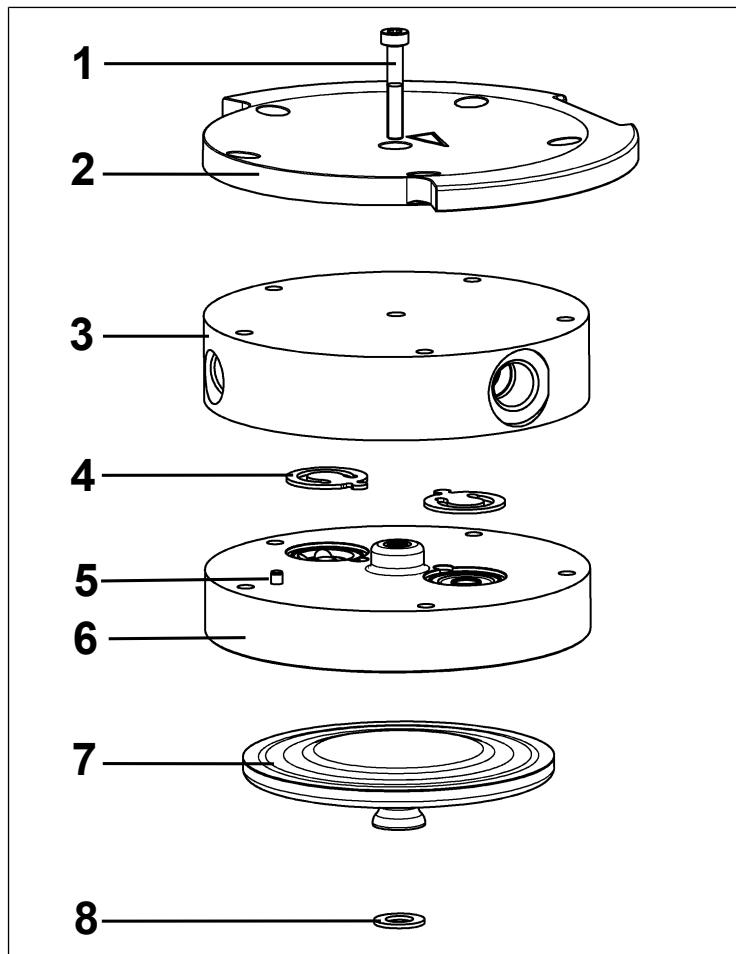

Afb. 11: Afschermingskap demonteren
2. Draai de wartelmoer van de slangverbinding (**5/Afb. 11**) op de condenser los.
3. Zet de greep (**1/Afb. 11**) in een verticale positie.
4. Draai de beide schroeven (**2/Afb. 11**) van de afscher- mingskap (**3/Afb. 11**) los.
5. Verwijder de afschermingskap (**3/Afb. 11**).
6. Draai de kopschroeven aan de buitenzijde (**4/Afb. 11**) op beide pompkoppen los.
1. Markeer de drukplaat (2), het kopdeksel (3) en de tussenplaat (6) met een doorlopende potloodstreep. Daardoor wordt verhinderd dat de onderdelen later verkeerd gemonterd worden.
2. Verwijder de buitenliggende schroeven (4/Afb. 11) van de pompkop.
8. Draai de kopschroef aan de binnenzijde (1) in het midden van de drukplaat vast (aandraaimoment: 1 Nm).
9. Draai de schroeven (4/Afb. 11) kruiselings vast (aandraaimoment): SH/SR820G: 4 Nm; SR/SR840G: 5 Nm)
11. Draai de wartelmoer van de slangverbinding (**5**/Afb. 11) op de condenser (**2**/Afb. 2) handvast vast.
1. Monteer de afschermingskap (**3**/Afb. 11).
2. Haal de schroeven (**2**/Afb. 11) van de afschermingskap (**3**/Afb. 11) aan (aanhaalmoment: 2 Nm).